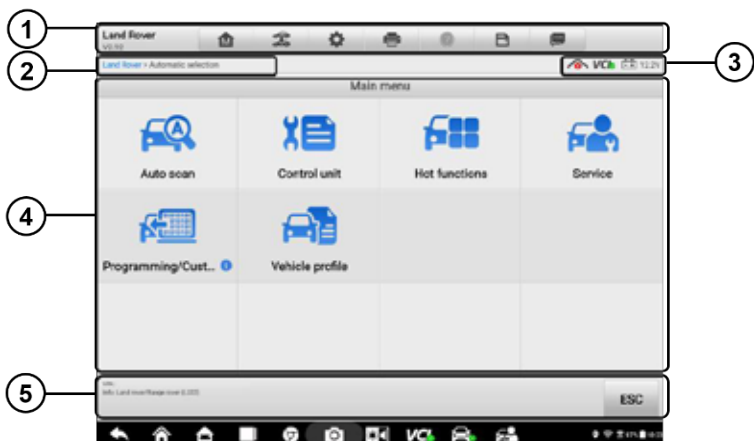

Figure 4-10 Écran du menu principal
1. Appuyez sur le bouton de l'application de diagnostic dans le menu de commande MaxiSys. Sélectionner les informations appropriées sur le véhicule et afficher l'écran du menu principal (Figure 4-10).